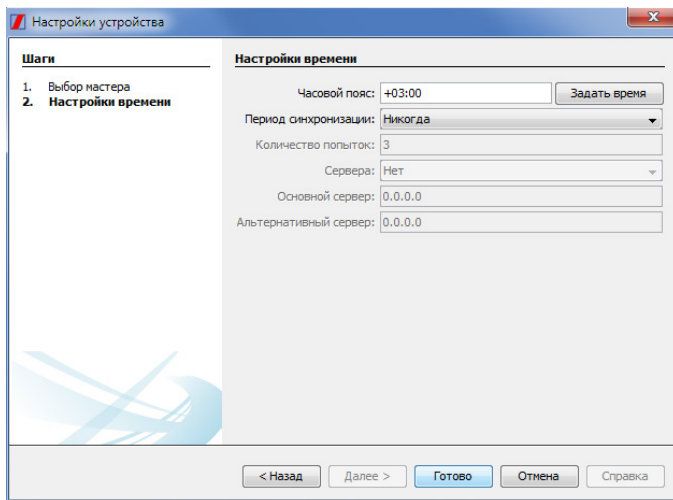

Рисунок 47. ПО Shtyl Device Manager. Окно «Настройки времени»
3. Открывшееся окно «Настройки времени» (**рисунок 47**) предназначено для ручной установки текущего времени и настройки синхронизации с сервером реального времени. Функционал окна «Настройки времени» рассмотрен в **таблице 14**.